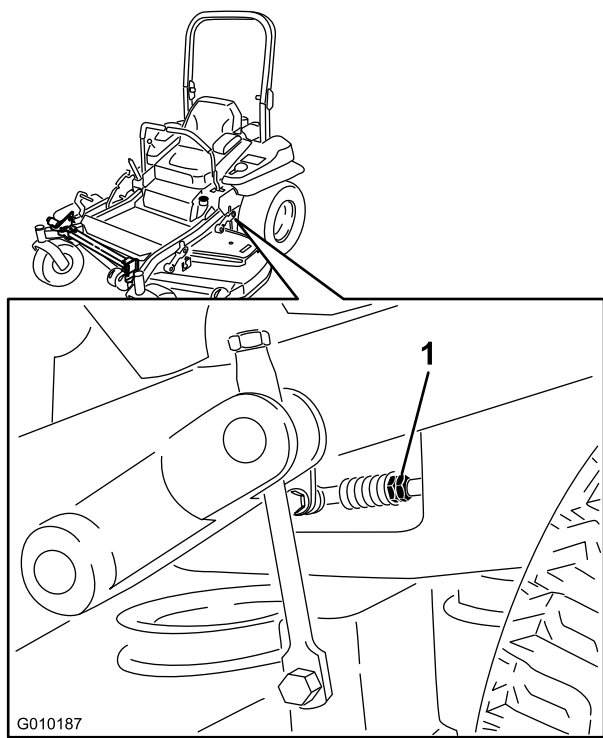

Figura 100
11. Ajuste la longitud de las varillas de control de las bombas girando las tuercas dobles de la varilla en el sentido apropiado, hasta que las ruedas se muevan ligeramente en marcha atrás (Figura 100).